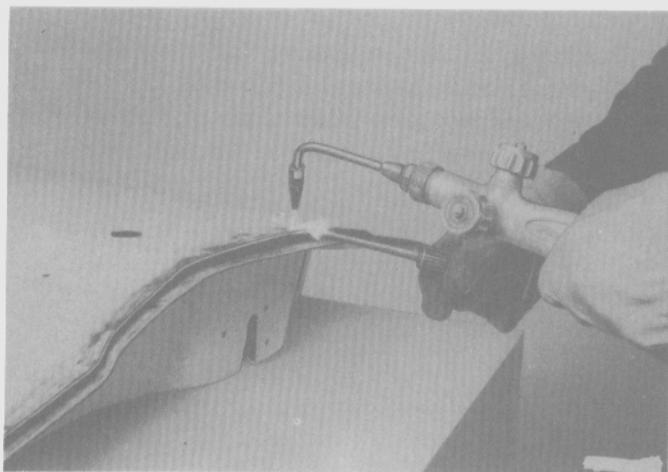

Fig. 181
- Separar las pestañas soldadas de la ventanilla con un elemento adecuado. Calentar el borde externo de la puerta con un soplete y separar el panel exterior (Fig. 181).